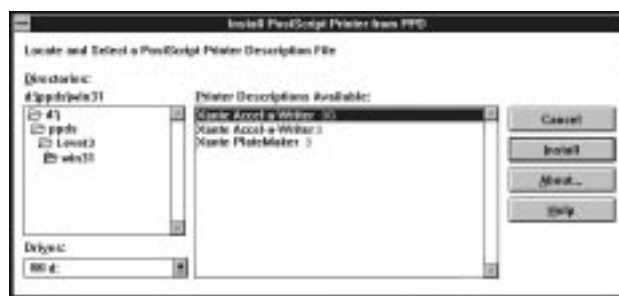

Fig. 4.3 Finestra Install PostScript Printer from PPD
1. Dopo aver caricato il driver della stampante AdobePS ed aver riavviato Windows, appare la finestra Install PostScript Printer from PPD (fig. 4.3). Per aprire manualmente la finestra, fare doppio clic sull'icona Adobe PostScript Printer (icona rossa con il logo di Adobe) nella finestra del pannello di controllo del Gruppo principale.
2. Accedere all'unità contenente il CD-ROM e selezionare i PPD: Level3: directory Win31, se si installa AdobePS 3.1 o i PPD: Level2: directory Win31, se si installa AdobePS 3.0. Evidenziare la stampante dalla finestra Printer Descriptions Available (fig. 4.3) e fare clic su Install.